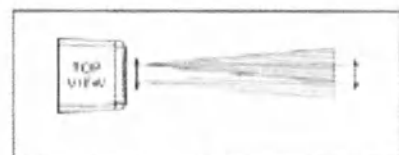

Рисунок 3-9 – Горизонтальная плоскостная регулировка
5. При необходимости используйте кнопку «Точная горизонтальная плоскостная регулировка», как показано на рисунке 3-5 – Пульт дистанционного управления Micro+ для регулировки лазера. Эта настройка перемещает лазерный луч на устройстве за изометром (см. рисунок 3-9 – Горизонтальная плоскостная регулировка).